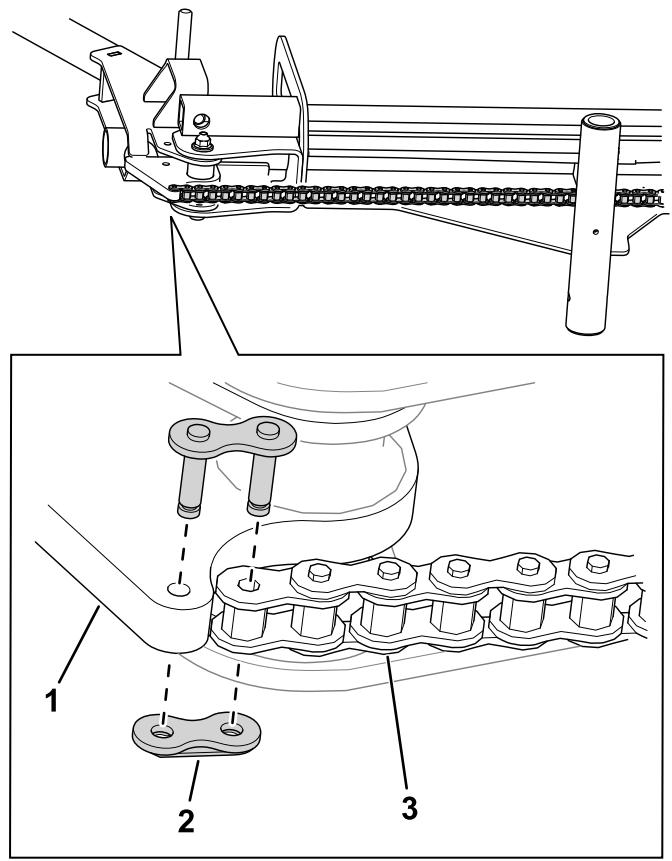

**Figure 6**
8. Fixez la rampe sur la glissière (Figure 6) à l'aide d'un écrou à embase (5/16"), de 2 rondelles et d'un boulon à épaulement.